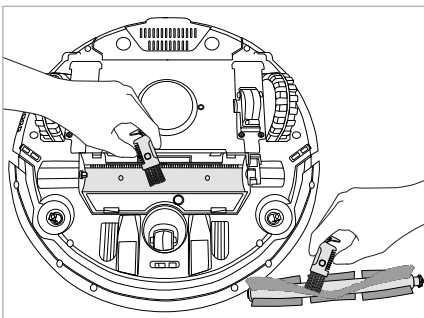

Afb. 15
- 1) Druk de bovenkant van de borstelrolafdekking **23** terug om deze van het apparaat af te nemen (zie afb. 15).